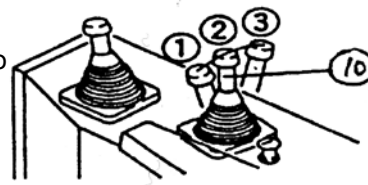

Рис. 2-15.
2.2.2.10 Рычаг управления рыхлителем (10) (Рис. 2-15)